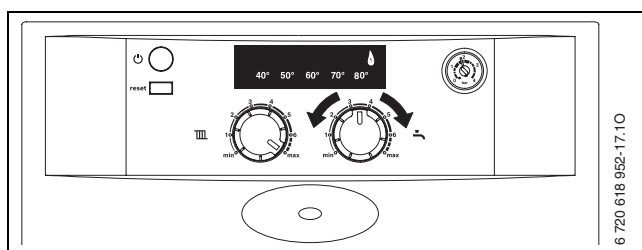

Fig. 37
- ▶ Tourner le sélecteur de température de départ chauffage **III** en position max. (→ fig. 37).